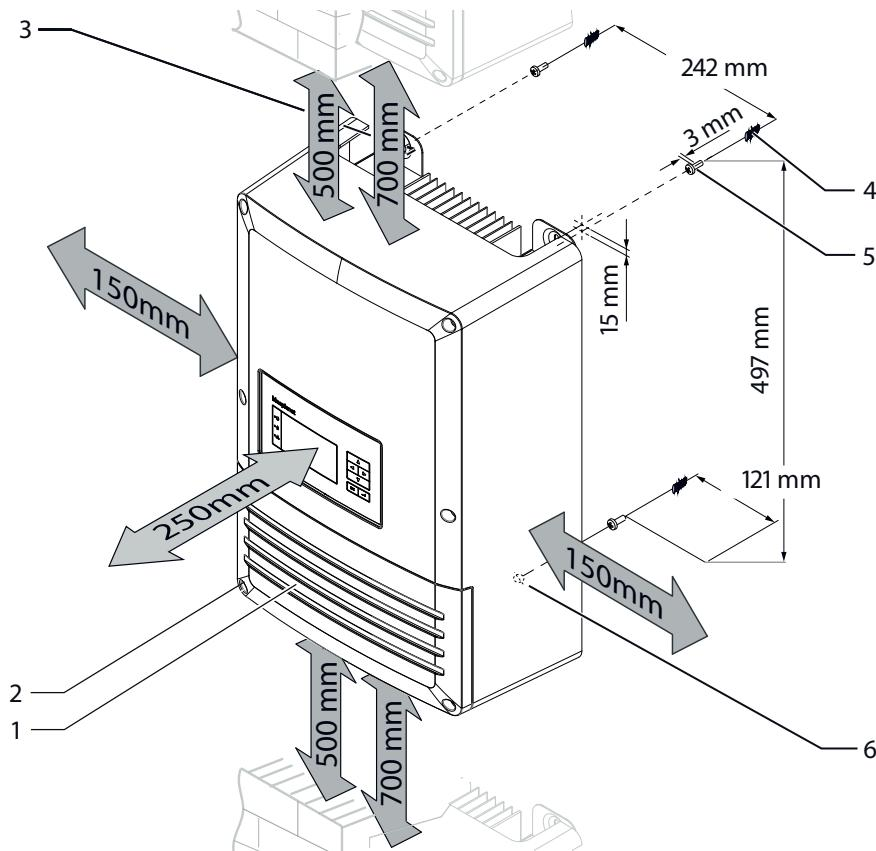

Figura 5: Distancias mínimas/suspensión del inversor
1. Marcar en la pared la posición de los taladros superiores según las dimensiones indicadas en Figura 5 o mediante lasbridas de suspensión de la parte trasera de la carcasa.